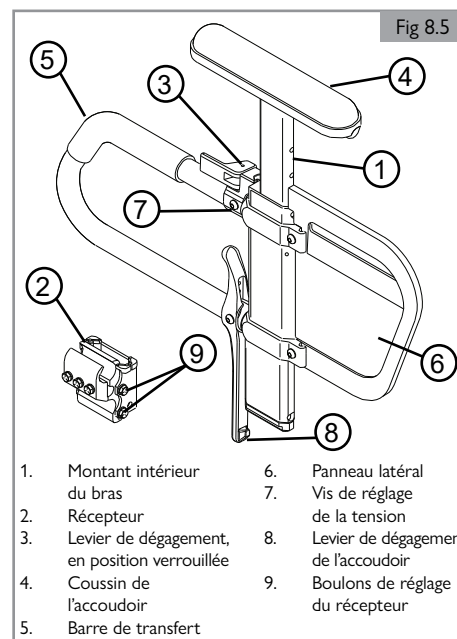

Fig. 8.5
8.5 Accoudoir réglable en hauteur à un seul montant (option) (Fig. 8.5)